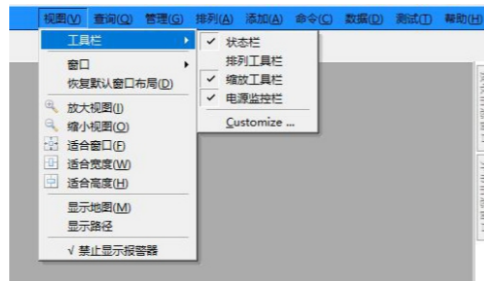
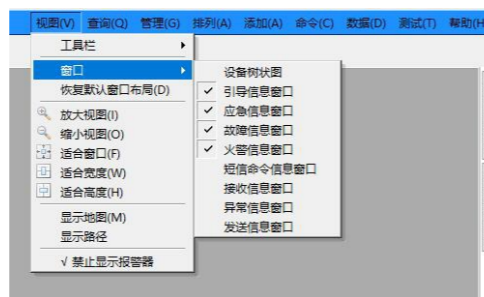

图 11.1
图 11.2
如图 11.1在主界面下，点击“视图”进入此功能，可显示如图 11.2的菜单，通过相应选择相应选项进入此功能，查看相应的系统信息。
- 工具栏：如图 11.1选择4项工具栏；